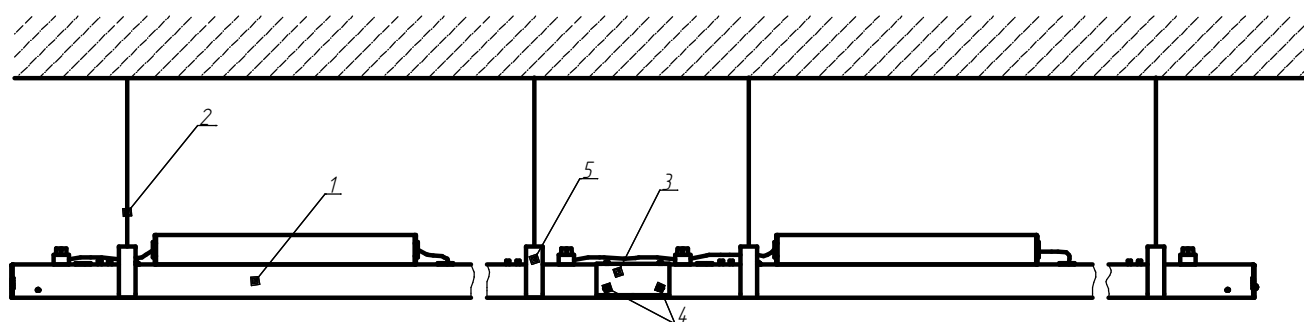

Рисунок 2 - Схема установки светильников в линию
6.3.3 Подвешенные светильники соединяются между собой соединительной скобой (поз. 3 рисунок 2) с саморезами (поз. 4 рисунок 2), необходимо предварительно отломать торцевые крышки по линии сгиба.